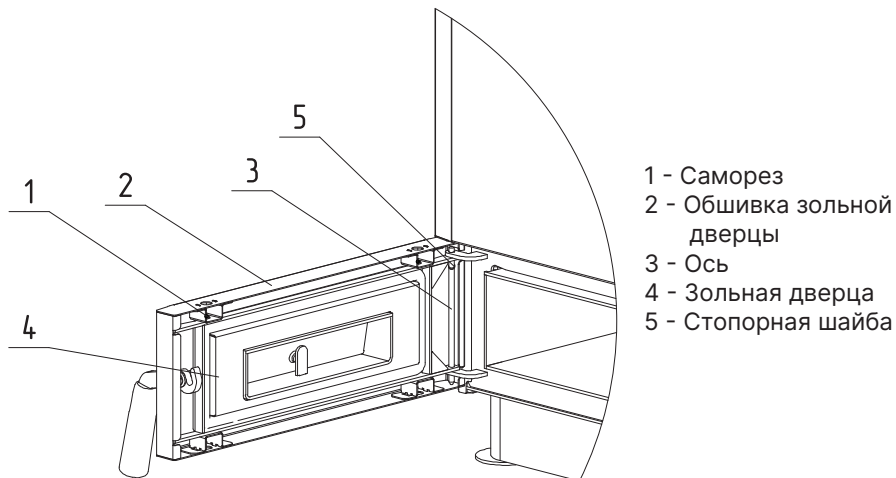

Рис.5 Устройство зольной двери ZOTA Тополь-М
1. Открутите 4 самореза (Рис.5, поз.1);
2. Откиньте обшивку дверцы (Рис.5, поз.2);
3. Снимите стопорную шайбу с оси (Рис.5, поз.5);
4. Извлеките ось (Рис.5, поз.3);
5. Снимите дверцу зольную (Рис.5, поз.4);